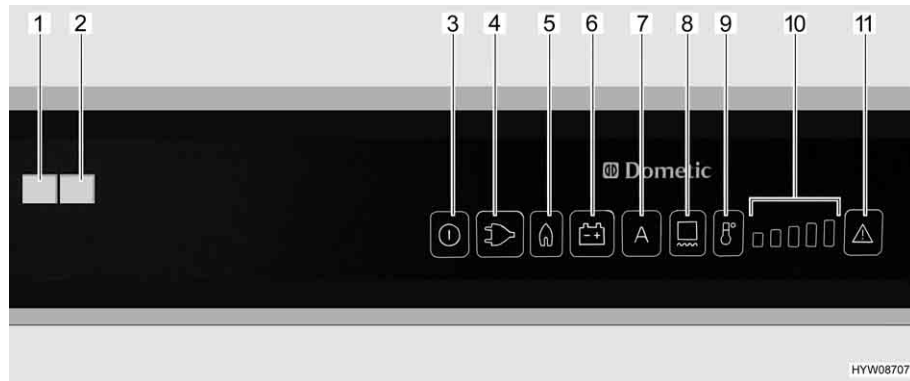

Fig. 228 Boutons de commande pour le réfrigérateur (Dometic RMD)
Quand le mode de fonctionnement est réglé sur "AES", qu'**aucune** alimentation 230 V n'est raccordée et que le moteur du véhicule est à l'**arrêt**, l'AES choisira l'alimentation en gaz. Dès que le fonctionnement au gaz est activé, la veilleuse de sécurité s'ouvre automatiquement, de sorte que le gaz peut arriver au brûleur. En même temps, l'allumage électronique est connecté. Si la flamme s'éteint, p. ex. en raison d'un courant d'air, l'allumage s'active automatiquement et rallume le gaz. En cas de dérangement du régime au gaz, les touches lumineuses "Gaz" (Fig. 228,5) et "Dérangement" (Fig. 228,11) clignotent. Le voyant de contrôle "Dérangement" (Fig. 228,1) s'allume et une alarme acoustique retentit pendant 20 secondes.
Lorsque le réfrigérateur est mis en marche, il choisit automatiquement la température moyenne du thermostat. Ce réglage peut cependant être corrigé manuellement à l'aide de la touche de sélection du degré de température (Fig. 228,9). Les voyants de contrôle (Fig. 228,10) indiquent le réglage du thermostat sélectionné. La température de réfrigération des trois types d'énergie se règle avec la touche de sélection du degré de température. Il faudra attendre quelques heures jusqu'à ce que le réfrigérateur ait atteint sa température normale de réfrigération. Il garde toutefois son réglage de température lorsqu'on change d'un mode à un autre. La température de réfrigération est maintenue indépendamment du type d'énergie choisi.
- Régler le chauffage du cadre pour une durée de 2 heures : Appuyer une fois sur la touche (Fig. 228,8). Une barre d'affichage des degrés de température (Fig. 228,10) s'allume.
- Régler le chauffage du cadre pour une durée de 5 heures : Appuyer deux fois sur la touche (Fig. 228,8). Deux barres d'affichage des degrés de température (Fig. 228,10) s'allument.
- Régler le chauffage du cadre sur fonctionnement permanent : Appuyer trois fois sur la touche (Fig. 228,8). Trois barres d'affichage des degrés de température (Fig. 228,10) s'allument.
L'affichage des degrés de température (Fig. 228,10) indique pendant quelques secondes la durée de fonctionnement du chauffage du cadre.
fage du cadre grâce à la touche (Fig. 228,8). Ceci permet d'éviter la corrosion. Lorsque le chauffage du cadre est activé, la touche lumineuse (Fig. 228,8) est allumée.
- Appuyer sur la touche Marche/Arrêt (Fig. 228,3) pendant env. 2 secondes. Le réfrigérateur s'enclenche, le dernier type d'énergie choisi ou "AES" est indiqué.
- Régler la température de réfrigération souhaitée à l'aide de la touche de sélection du degré de température (Fig. 228,9). Les voyants de contrôle (Fig. 228,10) indiquent le réglage du thermostat sélectionné.
- Appuyer sur la touche Marche/Arrêt (Fig. 228,3) pendant env. 2 secondes. Le réfrigérateur s'éteint, plus aucun indicateur n'est allumé.